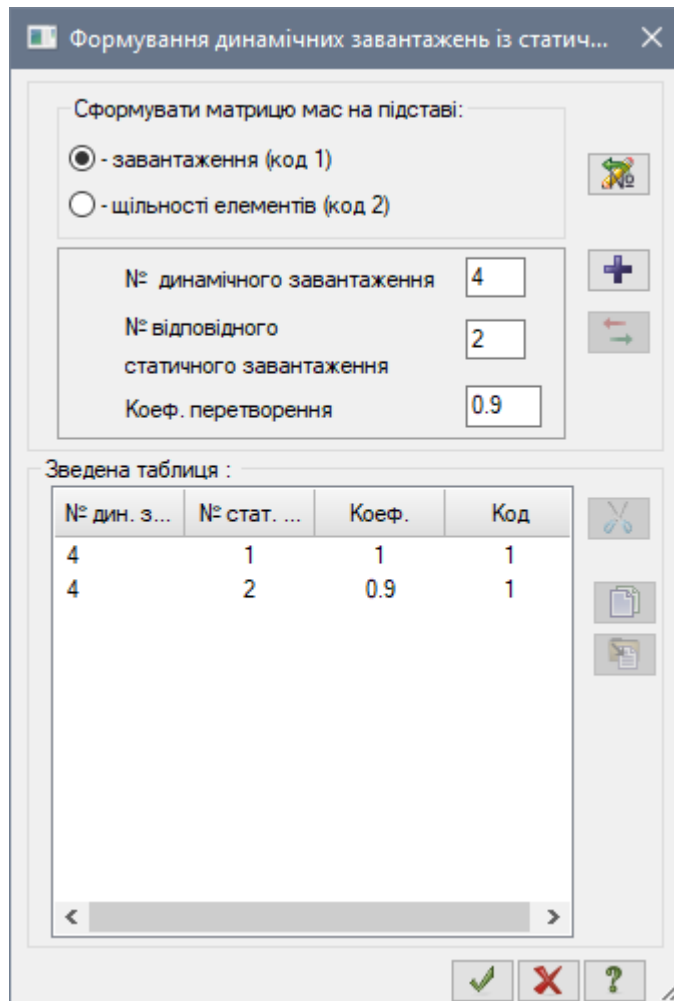

Рис. 5.23. Діалогове вікно Формування динамічних завантажень із статичних
- Відкрийте діалогове вікно **Формування динамічних завантажень із статичних** (рис. 5.23) натиснувши на кнопку  – **Врахування статичних завантажень** (панель **Динаміка** на вкладці **Розрахунок**).